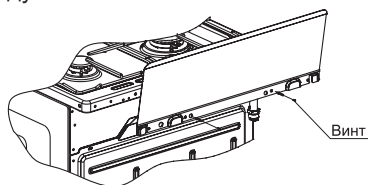

рис. 1
- Модели плит, не имеющие крышку стола, комплектуются щитком, который закрепляется перед установкой плиты (рис. 1).
- Установку щитка производить путем крепления к столу двумя винтами (см. рис. 1). Винты для крепления щитка находятся в пакете с комплектующими.